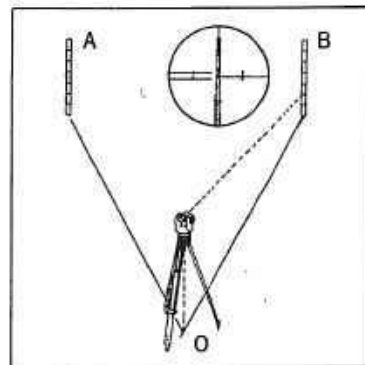

図15
- 3) 水平固定つまみ⑧、水平微動つまみ⑨を使い、第2目標Bを視準します。(図15)
- 4) マイクロつまみ③を回して水平目盛を読み取ります。